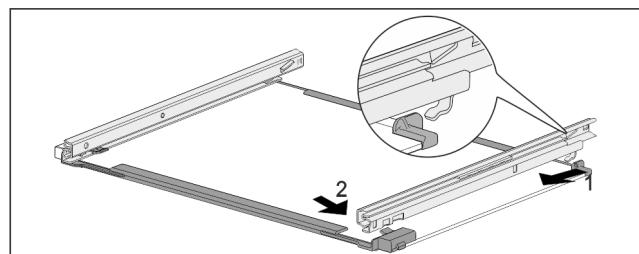

Fig. 191 Стъклена плоча с релси
- Закачете релсата отзад. Fig. 191 (1)
- Фиксирайте релсата отпред. Fig. 191 (2)